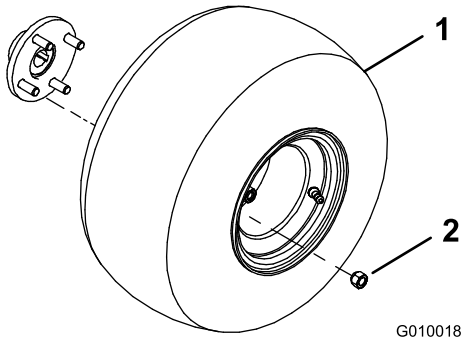

Bild 3
2. Montieren Sie ein Rad auf der Hinterradnarbe (Bild 3).
3. Setzen Sie die Radmuttern (Bild 3) ein und ziehen sie mit 61-75 N m an.